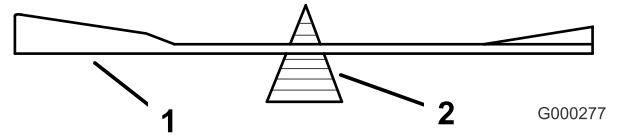

Bild 53
2. Überprüfen Sie die Auswuchtung des Schnittmessers auf einer Ausgleichmaschine (Bild 53). Wenn das Schnittmesser in seiner horizontalen Position bleibt, ist es ausgewuchtet und kann wieder verwendet werden. Feilen Sie, wenn das Schnittmesser nicht ausgewuchtet ist, vom Flügelbereich des Messers etwas Metall ab (Bild 53). Wiederholen Sie diesen Vorgang, bis das Messer ausgewuchtet ist.
Wichtig: Der Windflügel des Schnittmessers muss nach oben zeigen, um einen guten Schnitt sicherzustellen (Bild 53).
1. Bringen Sie das Schnittmesser, die Verstärkung, die Wellenscheibe und die Messerschraube an der Spindel an (Bild 53).